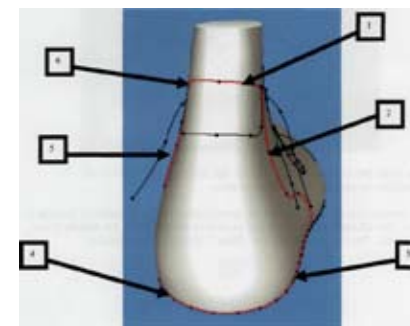

Рис. 16
- Поочередно выберите мышкой шесть линий, которые очерчивают необходимую часть колодки, в том порядке, как показано на *рис. 16*. Линии должны быть выбраны в правильном порядке, и, как только они будут выбраны, их цвет изменится на красный.